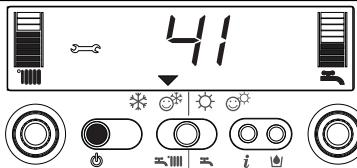
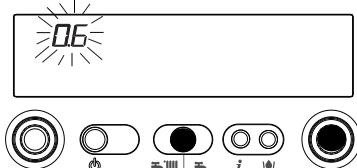

Fig. 28a
Fig. 28b
**Nota:** si el valor de presión de llenado de la instalación alcanza 0.6 bar, en el visor digital destella el valor de presión (fig. 28b); si baja a menos de un valor mínimo de seguridad (0.3 bar), en el visor digital se visualiza la anomalía 41 (fig. 28a) por un tiempo transitorio, pasado el cual, si la anomalía persiste, se visualiza el código anomalía 40 (ver capítulo "Anomalías").